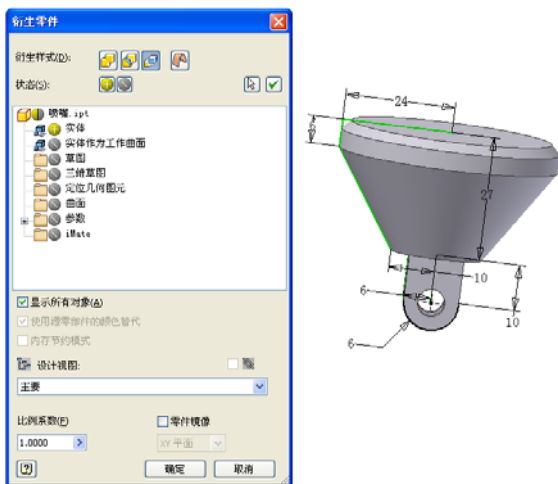

图 4-43 “衍生零件”对话框
(1) 单击【管理】标签栏【插入】面板中的【衍生】工具按钮，此时打开【打开】对话框，在【打开】对话框中浏览并选择要作为基础零件的零件文件 (.ipt)，然后单击【打开】按钮。
(2) 工作区域内出现源零件的预览图形以及其尺寸，同时出现【衍生零件】对话框，如图 4-43 所示。